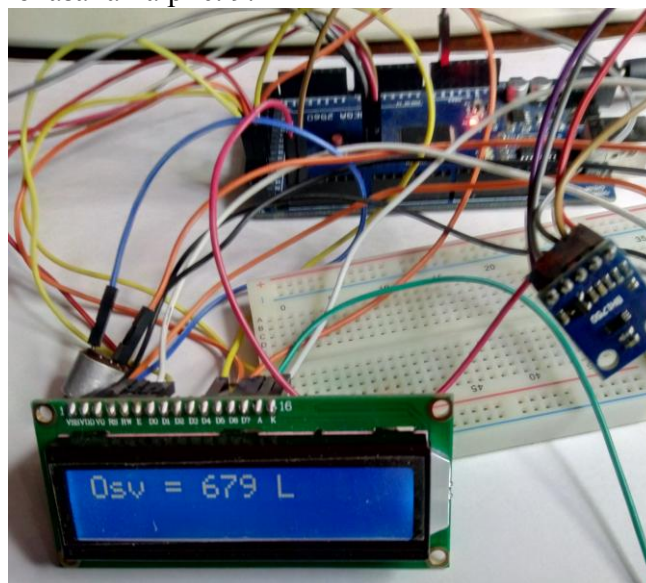
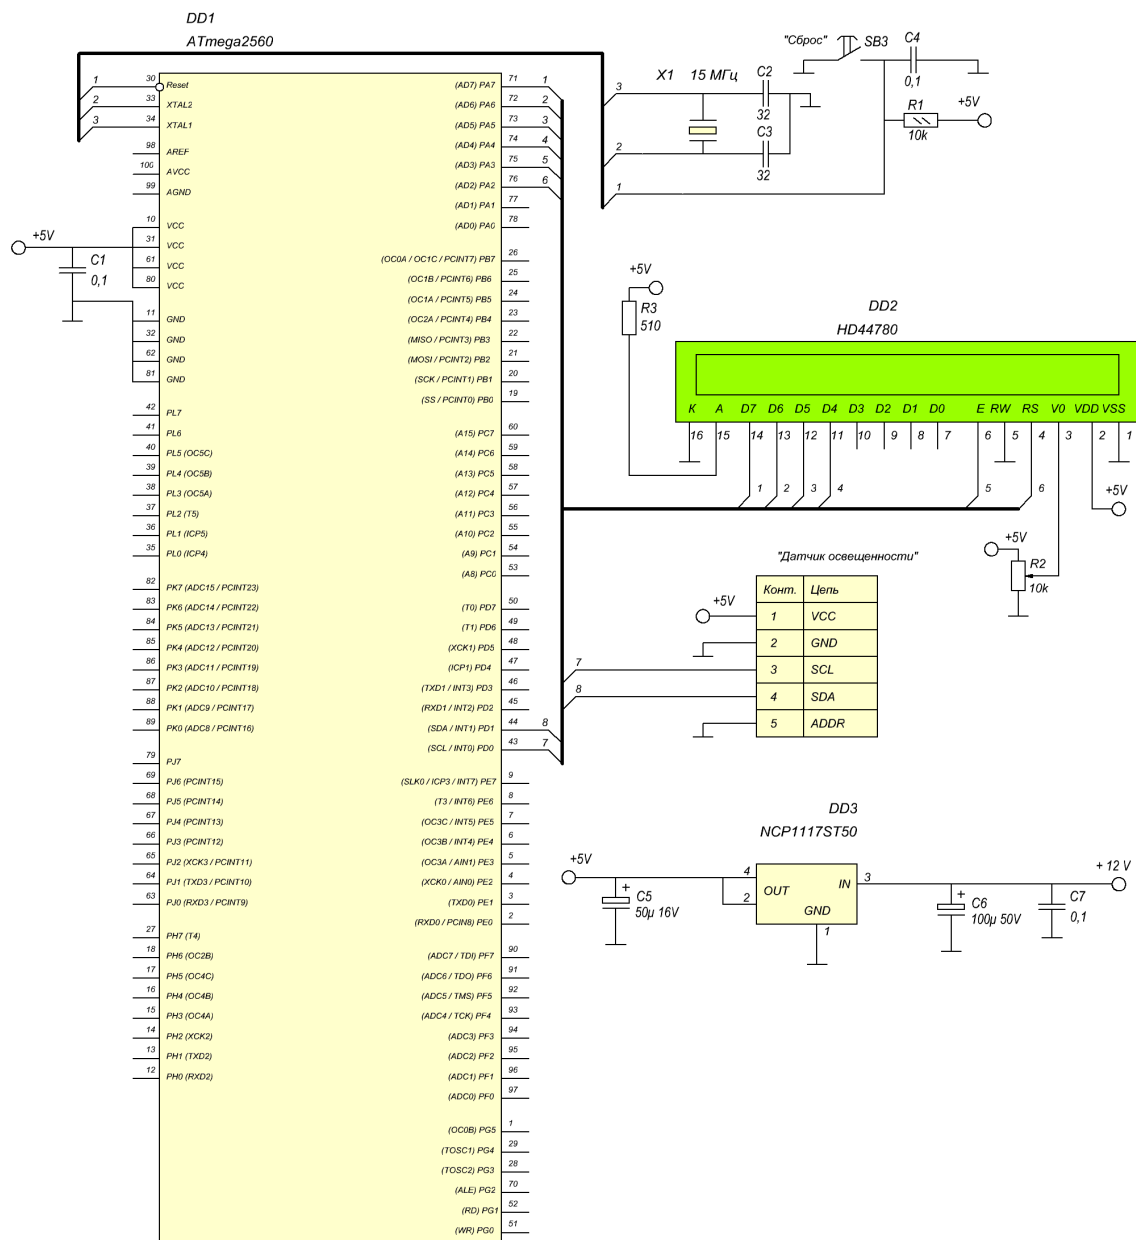

Рис. 8. Собранное устройство измерения освещенности.
Рис. 9. Схема подключения датчика освещенности к микроконтроллеру и индикатору.
1. Соберите устройство для измерения освещенности (рис. 8). Принципиальная электрическая схема показана на рис. 9.